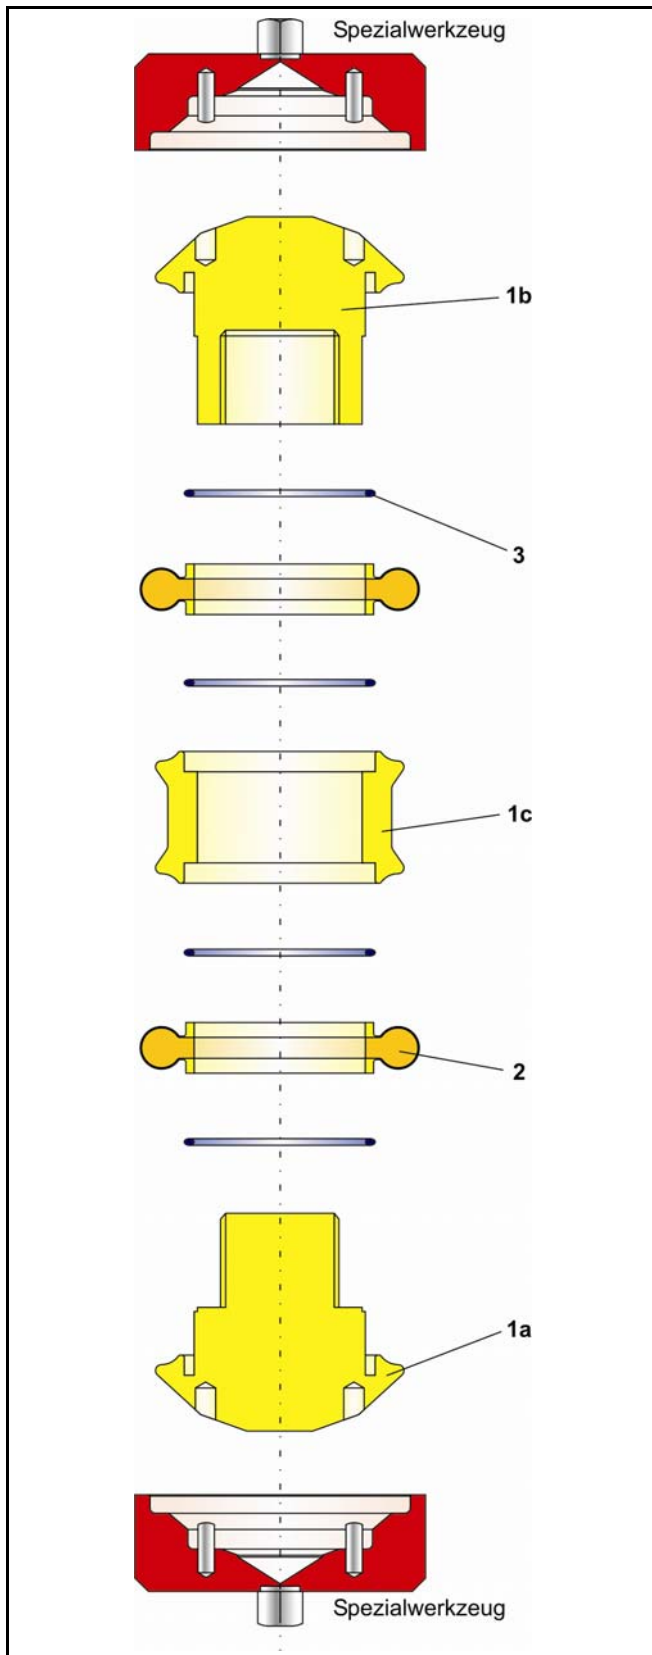

Bild 6 - Explosionszeichnung des Molches TWIN 3
- Zustand der Dichtlippen (2) prüfen.
- Bei abgenutzten oder beschädigten Dichtlippen (2) werden immer die Dichtlippen (2) und O-Ringe (3) ausgetauscht.
- Dichtlippen (2) und O-Ringe (3) durch Neuteile ersetzen.
- Molch nach Bild 6 montieren.